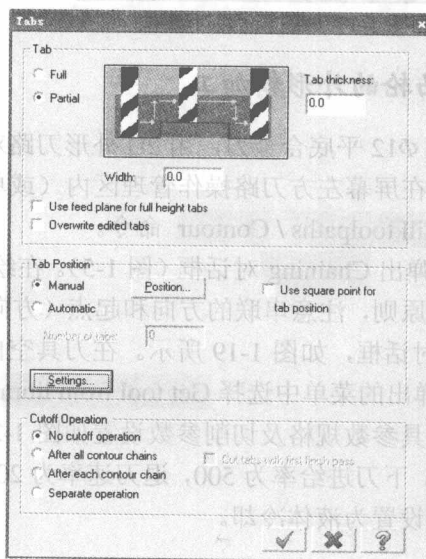

图 1-16 跳格对话框
(10) 点选 **Tabs...**, 设置跳格参数, 如图 1-16 所示。跳格设置可以按设置的区域, 对整个加工深度不加工, 或者留出设定的跳格厚度不加工。对于工件四周安有夹具的位置可以跳起, 以避免与工装夹具发生碰撞。各参数意义如下。